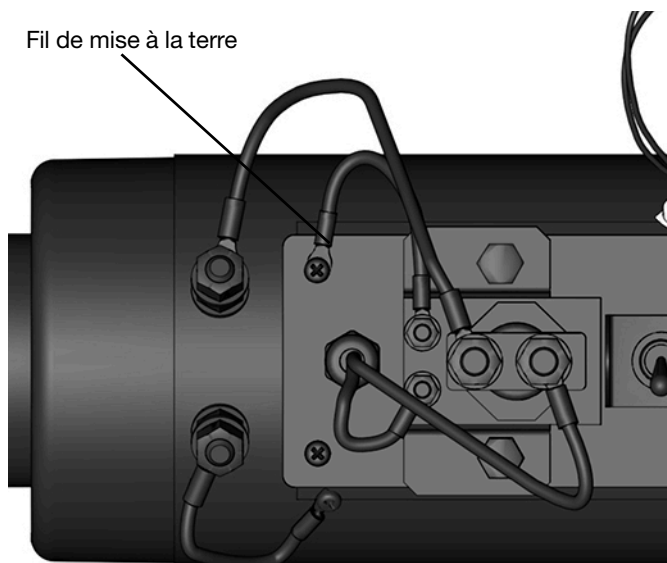

FIG. 17
8. Insérez les quatre vis du couvercle de la boîte à bornes et serrez-les en vous assurant que le fil de mise à la terre est correctement connecté (FIG. 17).